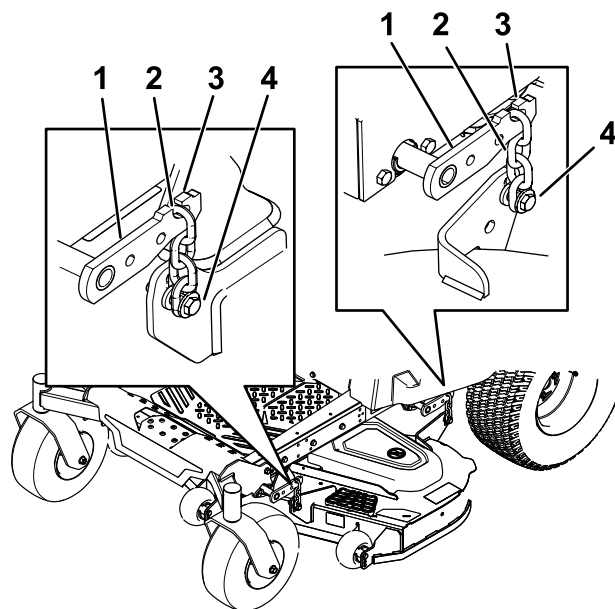

Figura 74
5. Desaperte os parafusos de ajuste nos 4 cantos de forma que a plataforma assente de forma segura nos quatro calços (Figura 74).
6. Certifique-se de que existe tensão nas 4 correias (Figura 74).
7. Aperte os 4 parafusos de ajuste (Figura 74).